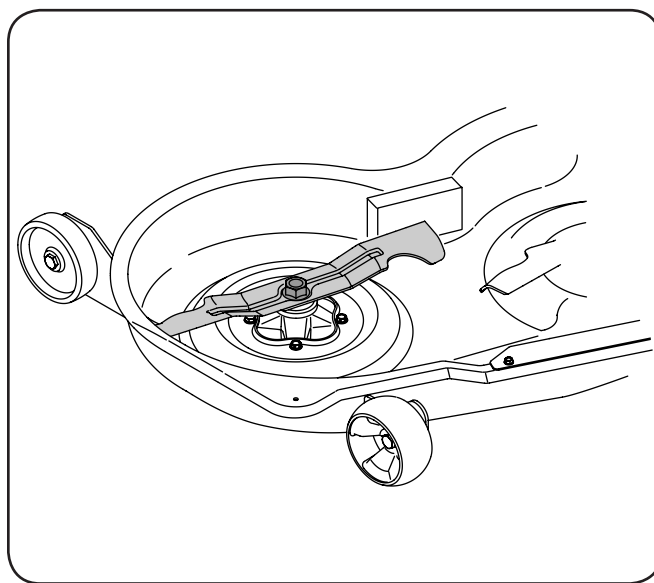

Figura 7-5
2. Coloque un bloque de madera entre el deflector del alojamiento central de la plataforma y la cuchilla de corte, para que actúe como estabilizador. Vea la Figura 7-5.
3. Extraiga la tuerca de brida hexagonal que asegura la cuchilla al montaje del husillo. Vea la Figura 7-5.